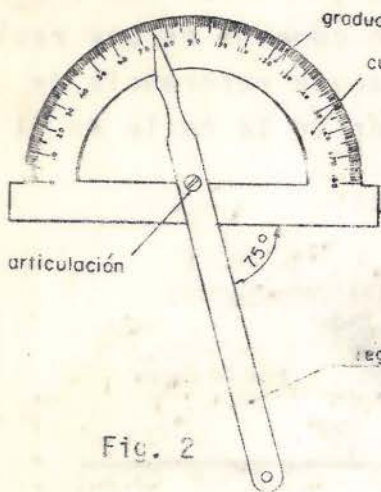

Fig. 2
- Para uso común, en casos de medidas angulares que no exigen mucha precisión, el instrumento indicado es el GONIOMETRO SIMPLE (figs. 2, 3 y 4).